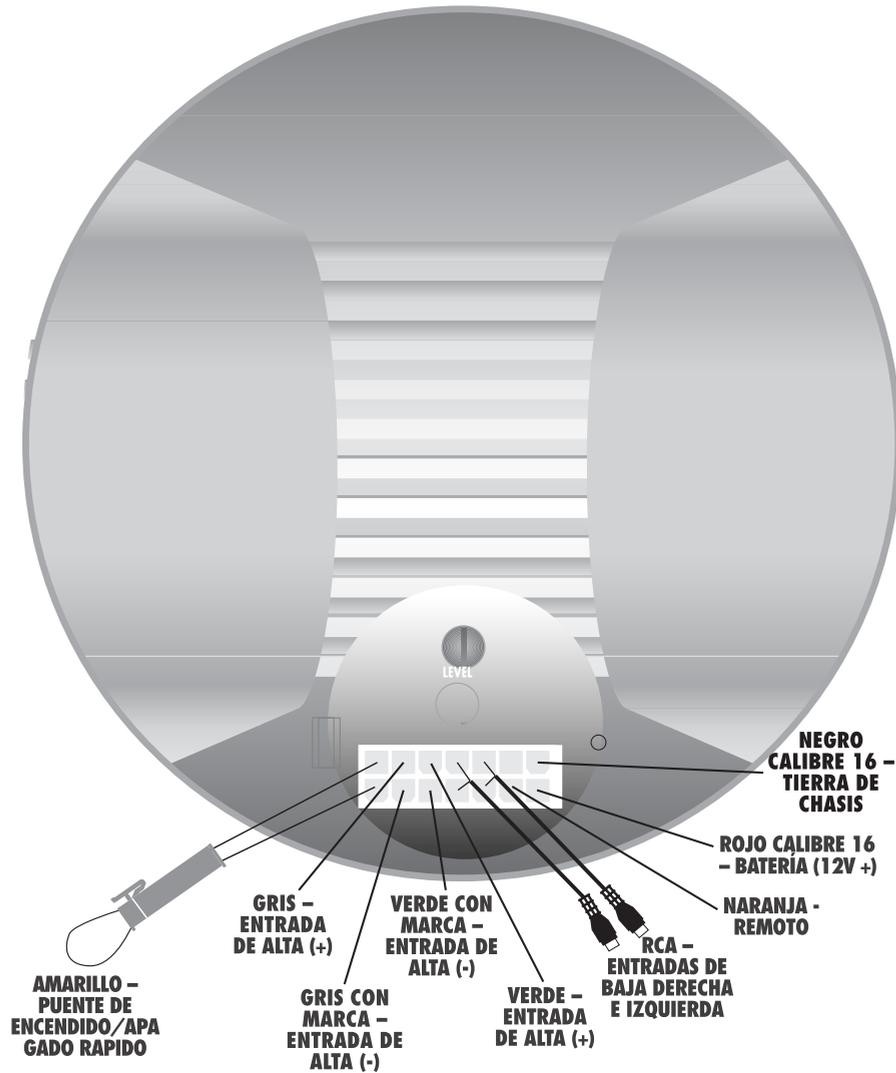

Figura 7
8. Coloque la Bazzooka en las bases de fijación y ajuste los bucles como se muestra en la figura 7. La correa se debe colocar a través de la hebilla y ser apretada con seguridad sujetando la correa en su lugar con una mano y tirando del extremo flojo lejos de la hebilla, pero contra el gabinete.